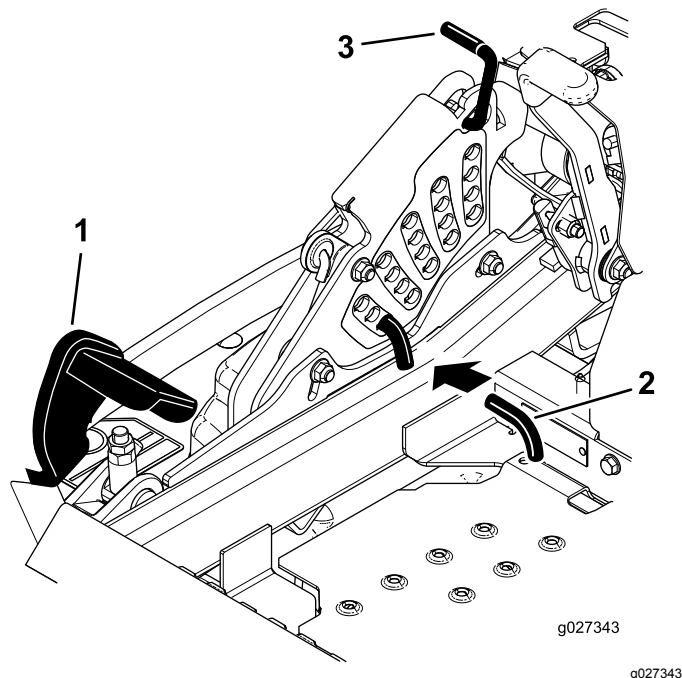

Figure 27
2. Appuyez sur la pédale de levage du tablier avec le pied et levez le tablier en position de transport (qui est aussi la position de hauteur de coupe de 140 mm [5½ po]), comme montré à la Figure 27.
3. Pour changer de hauteur de coupe, tournez la goupille de 90 degrés retirez-la du support de hauteur de coupe (Figure 27).
4. Placez la goupille dans le trou du support correspondant à la hauteur de coupe voulue (Figure 27).